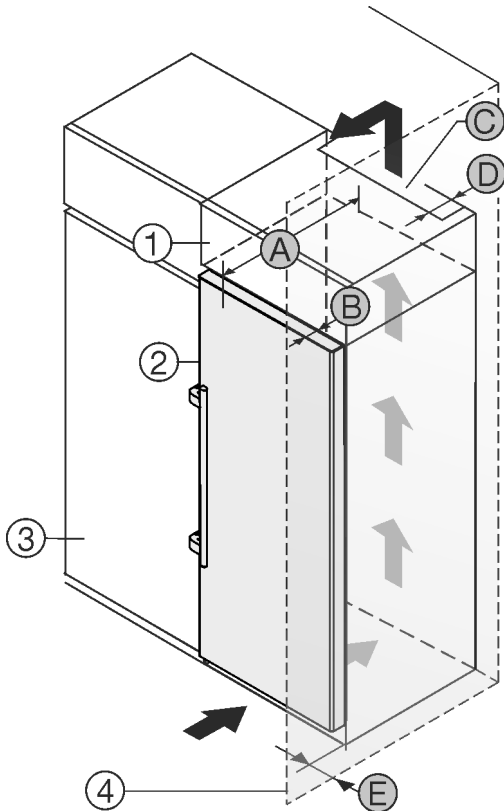

Fig. 2
Aparat lahko postavite neposredno ob kuhinjsko omaro Fig. 2 (3)*.
Na zadnji strani nadgradne omare mora biti zaradi prezračevanja in odzračevanja po vsej širini nadgradne omare prezračevalni jašek globine Fig. 2 (D)*.
Pod stropom je treba upoštevati presek prezračevanja Fig. 2 (C)*.
Če aparat postavite s tečaji ob steni Fig. 2 (4), mora razdalja med aparatom in steno znašati vsaj 57 mm . To ustreza velikosti ročaja pri odprtih vratih.*
Da lahko vrata povsem odprete, mora aparat štrleti ven vsaj za globino vrat Fig. 2 (B) glede na sprednji del kuhinjske omarice. Odvisno od globine kuhinjskih omaric Fig. 2 (3) in uporabe stenskih distančnikov lahko aparat štrli bolj ven.*